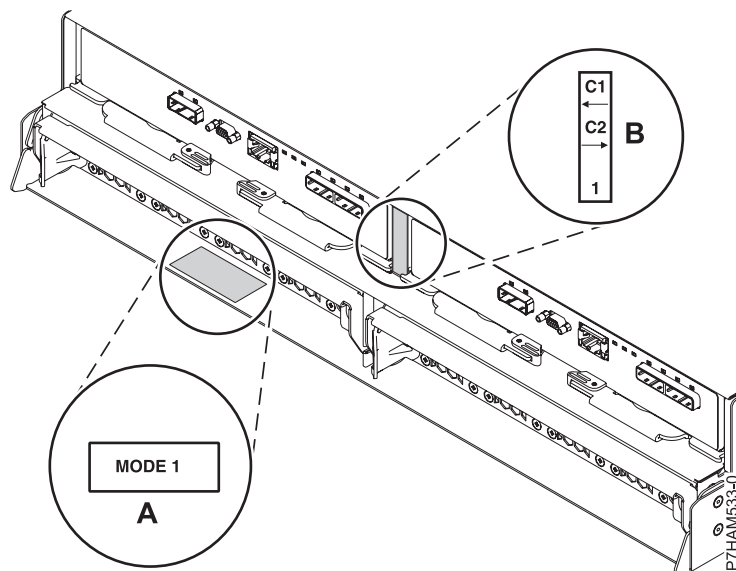

Figure 25. Emplacements des autocollants de mode à l'arrière du boîtier d'unité de disque 5887
- a. Confirmez le mode défini en usine du boîtier d'unité de disque 58/87 en utilisant les informations imprimées sur les autocollants situés à l'arrière du boîtier. Les autocollants sont apposés sur le panier inférieur gauche du châssis (A) et sur le support central situé entre les modules ESM (B). Ils indiquent si le boîtier est défini sur le mode 1, le mode 2 ou le mode 4, comme illustré à la figure 25, à la page 23.